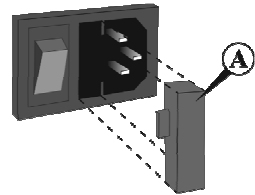

Abb. 4
- Ziehen Sie den Netzstecker auf der Rückseite des Geräts. Ziehen Sie die Sicherung heraus, indem Sie leichten Druck auf die Aussparung ausüben (Abb. 4/A).